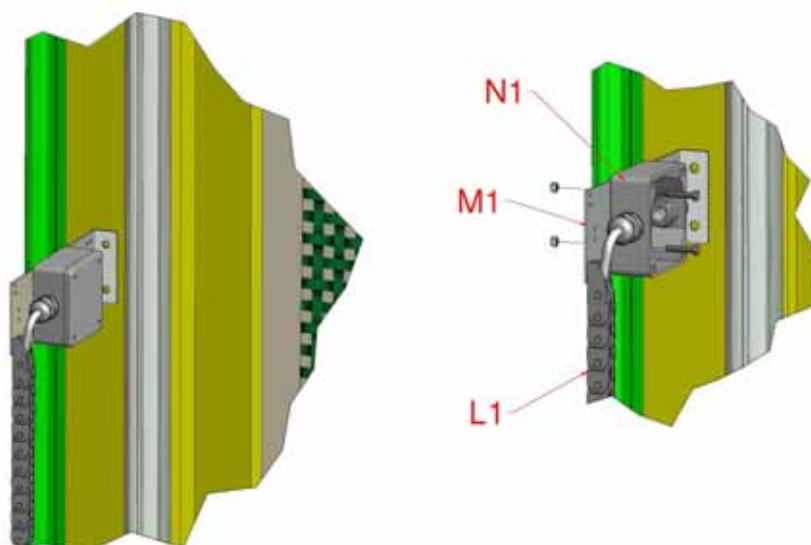

Figure 18 : montage de la boîte de raccordement
- 4.5 Il faut faire passer le câble du moteur à travers la chaîne d'énergie et le connecter au support de la chaîne d'énergie fixé au coffret de commande. La chaîne d'énergie doit ressortir par le bas du coffret de commande pour remonter afin de s'attacher à un support de chaîne fixé au support de montage de la boîte de raccordement (M1) positionné comme illustré à la Figure 18, à une hauteur située approximativement au milieu du rideau supérieur.